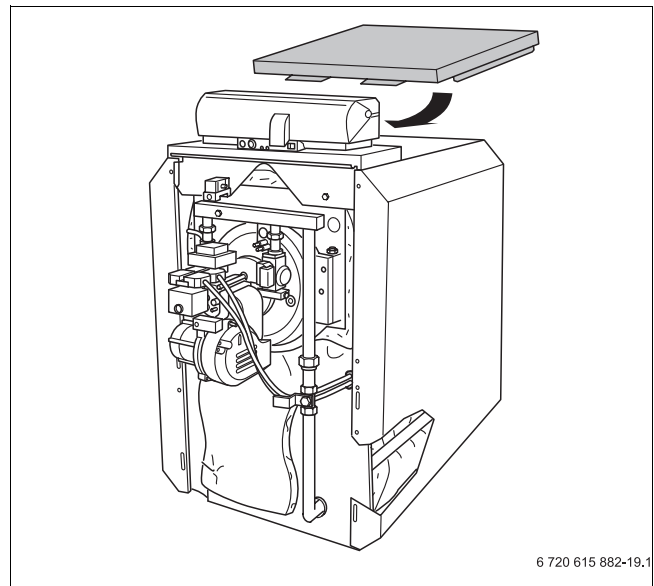

Рис. 23 Установка верхней крышки котла
- ▶ Положите заднюю часть крышки котла на правую и левую боковые стенки, как показано на рис. 23.